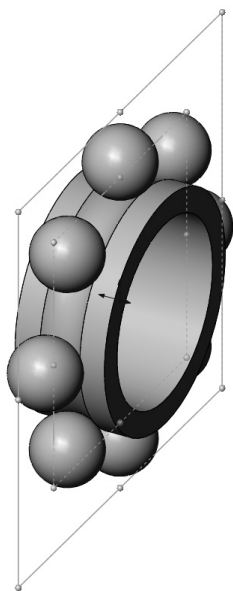

图 7-108 预览添加重合配合后的装配体
- [4] 为要配合的实体选择要配合在一起的实体基准面，在标准配合下单击【重合】按钮，设置重合配合操控板，如图 7-107 所示，预览添加重合配合后的装配体，如图 7-108 所示，单击【添加/完成配合】按钮。